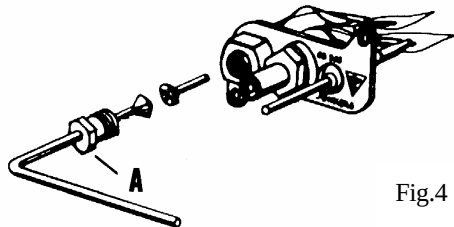

Fig.4
De spanmoer (A) van de waakvlamleiding losdraaien en de leiding uit de waakvlambrander trekken (fig. 4). Dévissez l'écrou (A) autour de la conduite de la veilleuse et retirez la conduite (fig. 4).